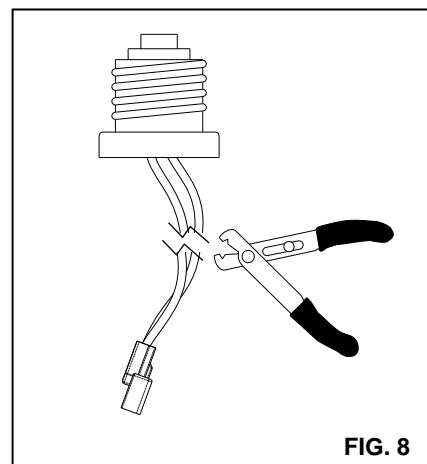

FIG. 8
2. Couper les fils sur la base E26 fournies avec cet luminaire. (FIG. 8)